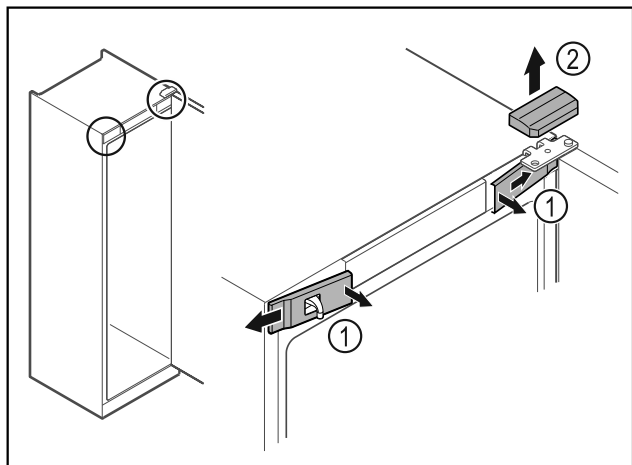

Fig. 11
- Vordere Abdeckungen Fig. 11 (1) innen ausrasten und zur Seite abnehmen.
- Obere Abdeckung Fig. 11 (2) nach oben abnehmen.